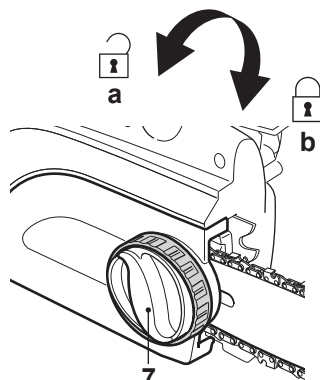

Fig. 11
- > Verrouillez le couvercle [9] en tournant la molette de verrouillage [7] (Fig. 11).